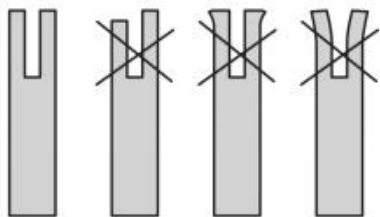

Fig. 72
5. Controleer de 'rail' van het zaagblad op slijtage: Houd een liniaal (liniaal) tegen de zijkant van het zaagblad en de 'snijskantplaten'. Als er een opening is tussen de liniaal en het zaagblad, is de 'rail' van het zaagblad normaal. Als er geen opening is (de liniaal ligt vlak tegen de zijkant van het zaagblad), is de 'rail' van het zaagblad versleten en moet deze worden vervangen door een nieuw exemplaar van hetzelfde type (Fig. 72).